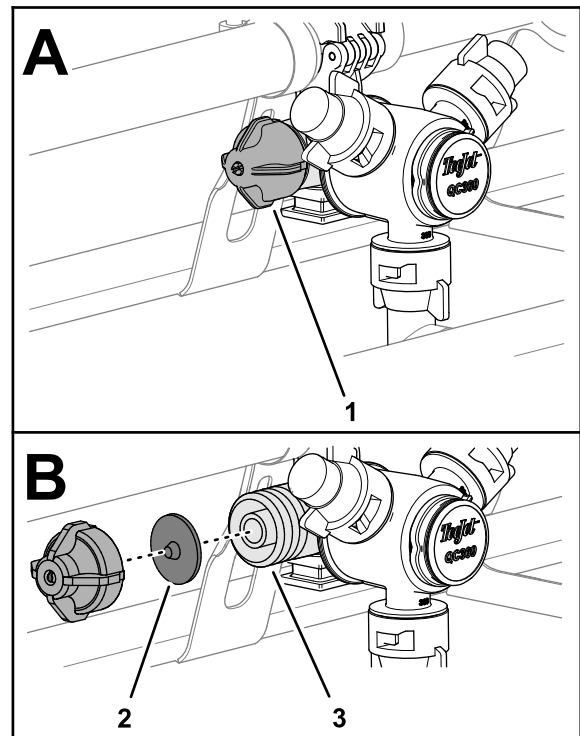

Figure 31
1. Tournez le capuchon de la membrane dans le sens antihoraire et retirez le capuchon du corps de la buse (Figure 31).
2. Enlevez la membrane du clapet antiretour du capuchon ou du corps de la buse (Figure 31).
3. Nettoyez le capuchon, la membrane et le corps de la buse à l'eau propre (Figure 31).
4. Insérez la membrane dans le capuchon, la pointe vers le capuchon (Figure 31).
5. Montez le capuchon garni de la membrane sur le corps de la buse et serrez-le à la main (Figure 31).